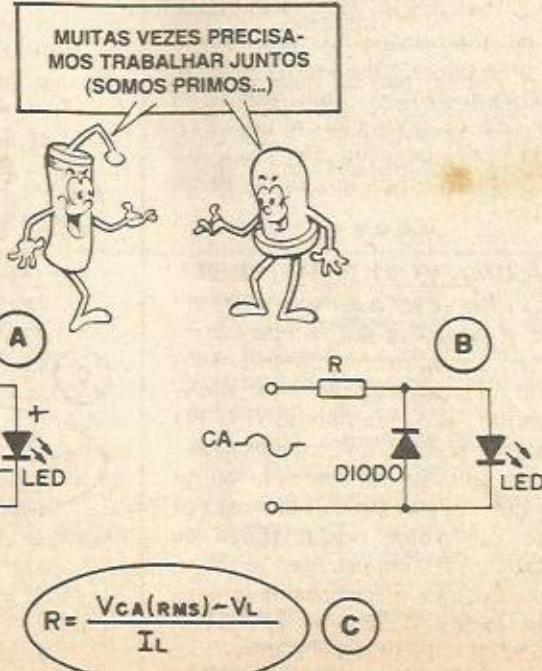

Fig. 6
- FIG. 6-A - OS-LEDS EM C.A. - Como não pode funcionar com polarização inversa (além de não acender, pode queimar-se, se ultrapassado o parâmetro de tensão reversa máxima), se quisermos fazer um LED acender sob alimentação em Corrente Alternada, algumas providências essenciais devem ser tomadas:
do os inversos... Como fazer isso? Duas semanas de férias pagas, com casaco de pele, no deserto do Iraque, para quem respondeu: "USANDO UM DIODO..."! É isso mesmo! Conforme vimos na 3ª "Aula" do ABC, o diodo, corretamente posicionado, pode bloquear a passagem dos semi-ciclos da C.A. que não nos interessam, deixando passar apenas os que estão no sentido necessário ao acendimento do LED! Assim, o esqueminha da fig. 6-A é uma das soluções para a questão...
- FIG. 6-B - Tem um outro jeito de solucionarmos o problema de acionar um LED sob C.A.: no lugar de usar um diodo como "bloqueador" dos semi-ciclos inversos da C.A. (em série com o LED e o resistor limitador, portanto, como na fig. 6-A), podemos também utilizá-lo como "desviador" desses indesejados semi-ciclos! No caso, o diodo fica em paralelo com o LED, porém inversamente polarizado em relação a este! Como a queda de tensão natural do diodo é bem menor do que a do LED, o primeiro literalmente desvia os semi-ciclos inversos (em relação ao que o LED "quer"...). Lembrar, contudo, que também nessa configuração, o resistor limitador é obrigatório, desde que a tensão C.A. de alimentação seja maior do que os 2V inerentes ao LED.
- FIG. 6-C - Conforme vimos na 3ª "Aula" do ABC, quando nos referimos ao valor de uma tensão C.A., geralmente usamos o parâmetro referente à sua TENSÃO MÉDIA QUADRADA (RMS). Por exemplo: quando dizemos que a tensão C.A. domiciliar, num determinado local, é de "110 volts", estamos mencionando o valor RMS dessa tensão, já que nos momentos de "pico", ela pode atingir mais de 150V ($110 \times \sqrt{2}$, lembram-se...?).
Onde VCA é a tensão C.A. (RMS) disponível, VL é a queda de tensão natural do LED (2V) e IL a corrente sob a qual queremos que o LED funcione (tipicamente 20mA, máximo 40mA, como já vimos). Em qualquer dos exemplos práticos da fig. 6, o cálculo ficaria assim, se quisermos acionar o LED pela energia presente numa tomada domiciliar de 110V, sob corrente de 20mA:
- FIG. 9 - E se os pré-requisitos para o cálculo forem: "um monte" de LEDs e alimentação pela C.A. da tomada...? Nada mais simples! Basta "ampliar" o que foi visto na fig. 6-A, "seriando" todos os LEDs, usando o DIODO/série para retificar a C.A. e o inevitável resistor limitador (também em série com o "resto da fila"...). Não esquecer que a tensão V (no cálculo do valor de R) será o valor RMS da C.A. disponível, a corrente será igual em todos os LEDs (e também no resistor R e no diodo...), mas que VL (queda de tensão nos LEDs) deverá ser, pré-calculado pela fórmula $V_{TL} = VL_1 + VL_2 + \dots + VL_8$. Façam os cálculos e verifiquem que o valor ôhmico de R ficará menor, quantos mais sejam os LEDs "enfileirados"... Calculem também a dissipação em R e notem que a "wattagem" do resistor também fica menor, à medida que mais e mais LEDs são colocados na "fila"... Por quê isso ocorre...?